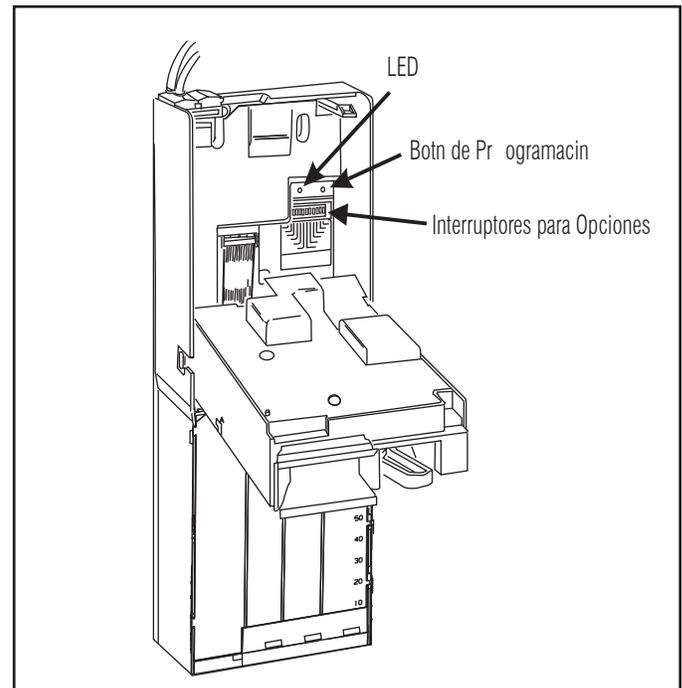

Figura 2
4. Reinstale el aceptador insertando los brazos de sujeción de abajo en las guías de la caja del monedero. Reconecte el cable de cinta del aceptador al monedero (vea Figura 2).
Detrás del aceptador, en la sección media y derecha de la caja del monedero, se encuentra un módulo de doce interruptores (vea Figura 2). Los ocho primeros son usados para la programación del precio de venta (vea sección de “Programación de Precios de Venta”).
2. Una vez que haya colocado todos los interruptores en la posición deseada, OPRIMA Y SUELTE EL BOTÓN DE MODO PARA GRABAR LA NUEVA CONFIGURACIÓN (vea Figura 2). El LED y la luz de "Use Cambio Exacto" de la máquina parpadearán, indicando que este Precio de Venta ha sido almacenado.
2. Una vez que haya colocado todos los interruptores en la posición deseada, OPRIMA Y SUELTE EL BOTÓN DE MODO para grabar la nueva configuración (vea Figura 2). El LED y la luz de "Use Cambio Exacto" de la máquina comenzarán a parpadear.